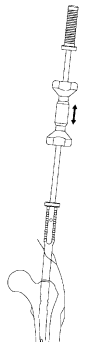

図 6
- 6) IPT ネイル抜去用アダプタ (L) の後端にネイル抜去器を接続し、ハンマーをスライドさせて軽く衝撃を与えながら、ネイルを引き抜きます。 (図 6)